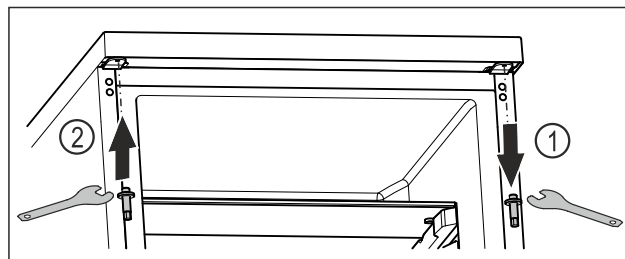

Fig. 18
- Svitare il perno superiore con una chiave esagonale. Fig. 18 (1)
- Avvitare il perno sul lato opposto con una chiave esagonale. Fig. 18 (2)